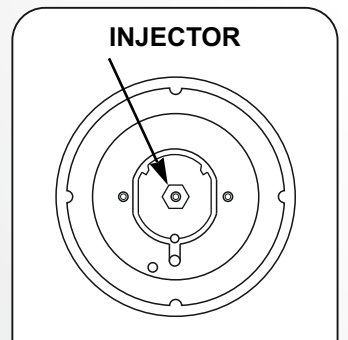

Figure 7
- Вставте шестигранный гайковий ключ (на 7 мм) в опору конфорки (рис. 7).